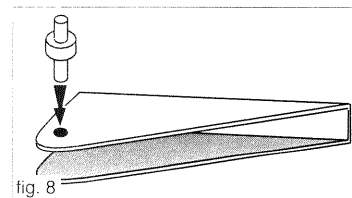

fig. 8
- 15- Engagez l'axe de pivot inférieur avec sa ou ses rondelles (fig. 8).